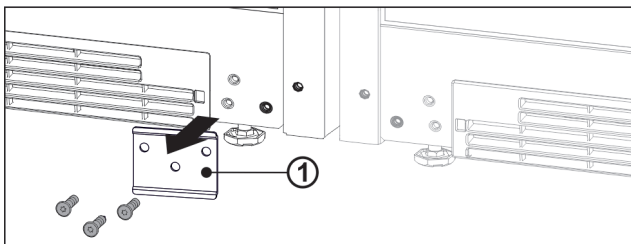

Fig. 14
- Als de plaat Fig. 14 (1) is vastgeschroefd, deze losschroeven.